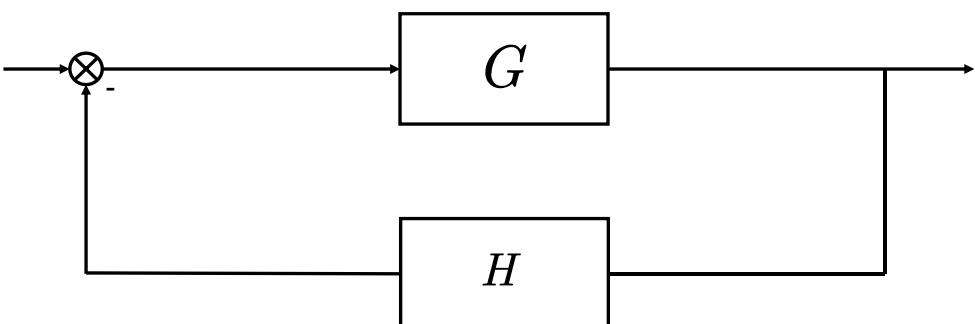
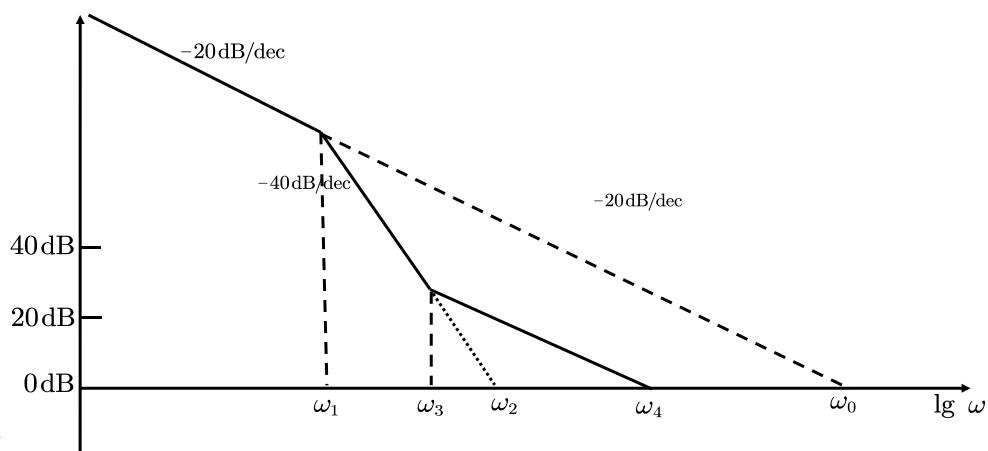

图 3
图 4
- (1) 应该覆盖输入信号和扰动信号的频谱范围。依据是对信号的频谱分析和跟踪误差分析；
- (2) 应该满足抑制高频噪声的要求。依据是对系统等效噪声带宽的计算和对噪声信号频谱分析的结果；
- (3) 应该满足鲁棒稳定性要求。依据是模型不确定性界函数。
- (4) 应该考虑系统结构的要求。依据是应使机械谐振发生的频率高于五倍的系统带宽，多回路系统内回路带宽应高于外回路带宽的五倍。
15. 系统结构如图 3, $G(s)$ 的 Bode 图如图 4 所示, $H(s) = 0.1$ 。据此在图 4 中绘制出系统的闭环幅频特性草图，并给出闭环系统-3dB 带宽的频率。